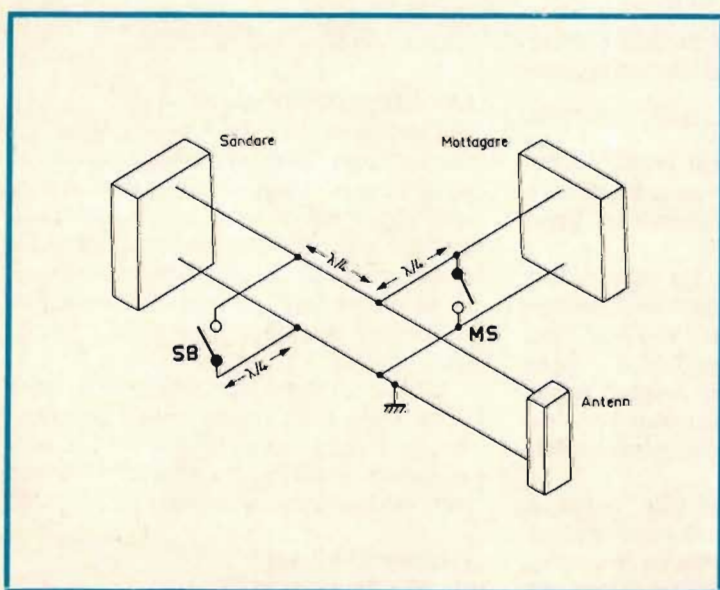
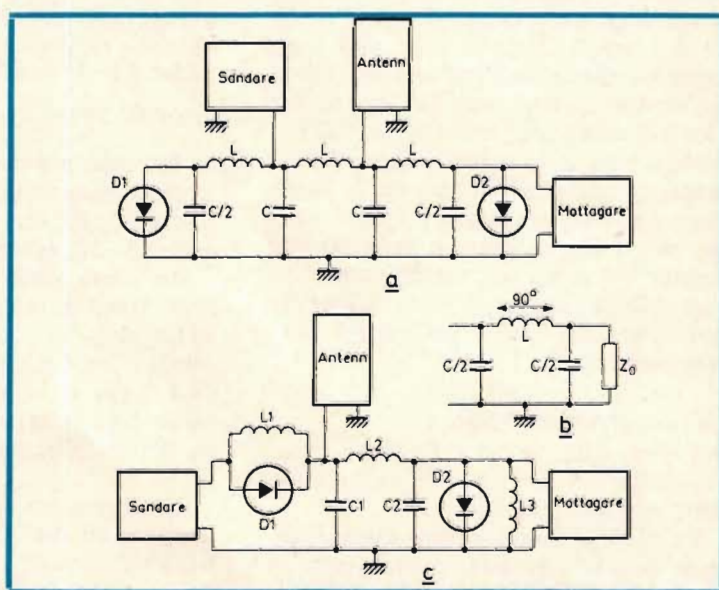

Fig 1. Ingående element i en SM-växlare för radar i ett tvåtråds transmissionssystem.
Fig 2. (a) Diodomkopplare med två kvartvågssektioner mellan sändare och antenn och en enkel kvartvågssektion mellan antenn och mottagare.
■ För att man skall kunna använda gemensam antenn för sändare och mottagare krävs en snabb omkoppling för isolering av mottagaren under sändning, och sändaren under mottagning. Fig 1 visar principen hos en antennomkopplare för radar.
Fastän fig 1 avser fallet med parallella ledare kan samma princip tillämpas för koaxialkablar, vågledare och fördröjningsledning.
diskreta komponenter för att åstadkomma kvartvågssektionen. Fig 2 a visar ett ekvivalentschema med diskreta komponenter för SM-växlaren i fig 1. Kisel PIN-dioder, utvalda för sina låga switchtider, ersätter urladdningsrören. Kvartvågssektionen är utformad som visas i fig 2 b.